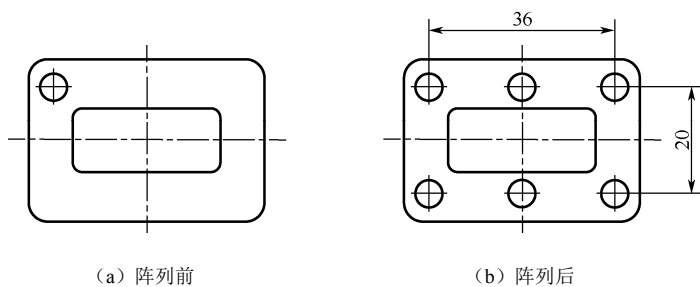
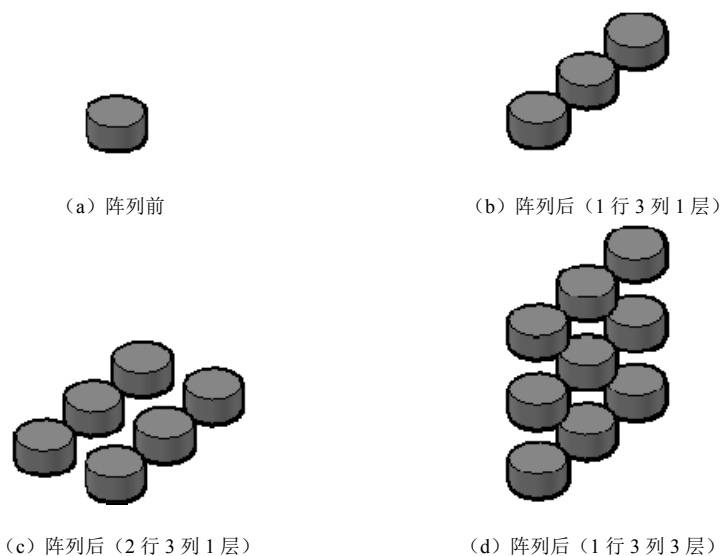

图 3-41 矩形阵列 (二维对象)
图 3-42 矩形阵列 (三维对象)
(2) 矩形阵列对象。矩形阵列能将选定的对象按指定的行数和行间距、列数和列间距做矩形排列复制, 阵列项目可以是二维对象, 也可能是三维对象, 如图 3-41 和图 3-42 所示。调用命令的方式如下。
- ① 功能区: 在“默认”选项卡下“修改”面板中单击“矩形阵列”按钮  阵列。
- ② 菜单栏: 选择“修改”→“阵列”→“矩形阵列”命令。
- ③ 工具栏: 在“修改”工具栏中单击“矩形阵列”按钮 .
- ④ 键盘命令: 在命令行输入“ARRAYRECT”命令。
① “类型”面板：用于提示阵列类型。
② “列”面板：用于设置阵列对象的列数量、列间距。如图 3-41 所示的圆的阵列中，列数为“3”，列间距为“18”。
③ “行”面板：用于设置阵列对象的行数量、行间距。如图 3-41 所示的圆的阵列中，行数为 2，行间距为“-20”。
④ “层级”面板：用于设置阵列对象的层级数量、层级间距，常用于三维对象的阵列中，如图 3-42 所示。
⑤ “特性”面板。